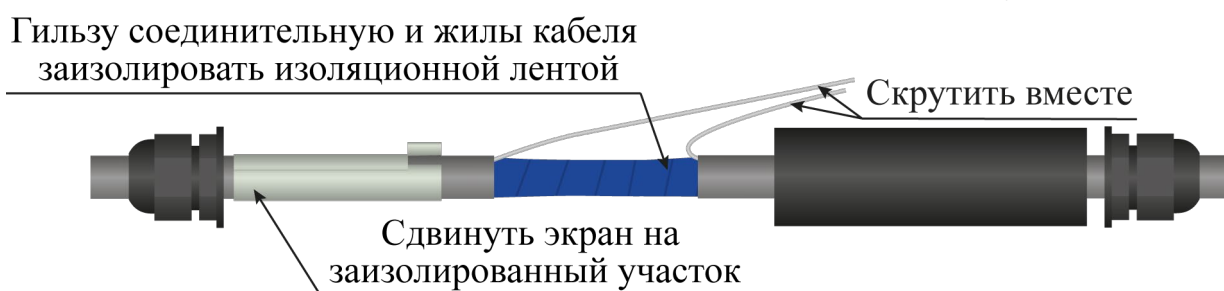

Рисунок 4.35
- гильзу соединительную и жилы кабелей заизолировать изоляционной лентой (рисунок 4.35);
- экранирующие проводники ремонтируемых кабелей уложить в одном направлении, скрутить вместе (рисунок 4.35);
- сдвинуть экран муфты соединительной на место соединения ремонтируемых кабелей (рисунок 4.35);